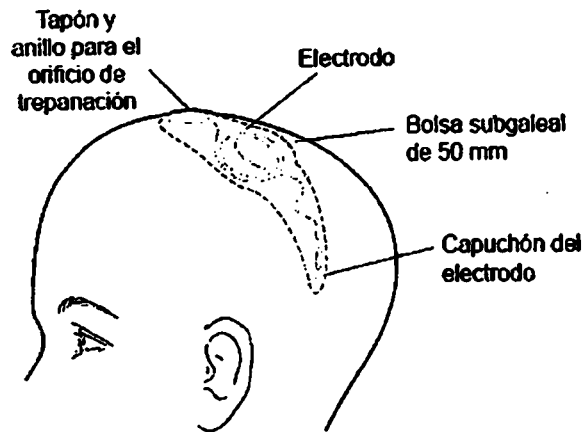

Figura 19. Electrodo en la bolsa subgaleal.
8. Utilice una técnica de disección roma para crear una bolsa subgaleal de 50 mm de diámetro y un trayecto hasta el lugar deseado de conexión del electrodo y la extensión (Figura 19).
9. Lleve el extremo protegido del electrodo hasta el lugar temporal deseado (Figura 19).
10. En la bolsa subgaleal, enrolle la parte sobrante del electrodo en un círculo de más de 25 mm (Figura 19). No doble ni retuerza el electrodo.